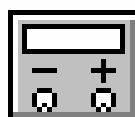

Рисунок 1
- установити курсор на малому зображенні мультиметра (рис. 1)